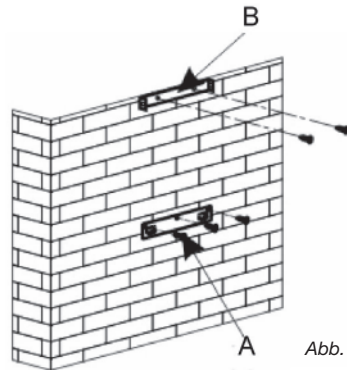

Abb. 1
(Abb. 1)
– Zeichnen Sie auf die Mauer die 3 Bohrlöcher auf, die Sie benötigen und benutzen Sie dafür die mitgelieferten Halter der Dunstabzugshaube und beachten Sie dabei den empfohlenen Abstand (Teil A der Abb. 1).
– Schrauben Sie den Halter für die Befestigung der Dunstabzugshaube fest und garantieren Sie, dass er vollständig im Wasser ist (Teil A der Abb. 1).
- Berechnen Sie die Endhöhe für den U-Halter der Rohrabdeckung (Teil B Abb. 1)
- Bohren Sie die beiden Löcher mit 8 mm und schrauben Sie den Halteflansch der Rohrabdeckung an und achten Sie dabei, dass die Achse zur Dunstabzugshaube korrekt ist (Teil B Abb.1)